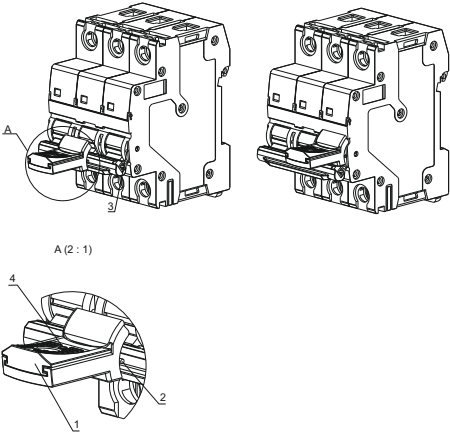

Рисунок 6 – Монтаж блокировки / Figure 6 – Installation of the lock
Монтаж блокировки показан на рисунке 6. Необходимо вытянуть фиксатор (рисунок 6, поз. 1) и установить пружину (рисунок 6, поз. 2) в отверстие (рисунок 6, поз. 3), не прилагая чрезмерных усилий, установить фиксатор в исходное положение и проверить надежность крепления блокировки к выключателю. При необходимости установить замок с диаметром дужки не более 6 мм и пломбу, продев проволоку через отверстие (рисунок 6, поз. 4), диаметром не более 1 мм, для предотвращения несанкционированного доступа к рукоятке выключателя. Для демонтажа блокировки необходимо вытянуть фиксатор (рисунок 6, поз. 1) и потянуть на себя.
Installation of the lock is shown in figure 6. It is necessary to pull out the lock (figure 6, item 1) and install the spring (figure 6, item 2) in the hole (figure 6, item 3), without applying excessive force, set the lock in the initial position and check the reliability of fastening the lock to the circuit breaker. If necessary, install a lock with a shackle diameter not exceeding 6 mm and a seal by threading a wire through the hole (figure 6, item 4), with a diameter not exceeding 1 mm, to prevent unauthorized access to the circuit breaker handle. To dismantle the lock, pull out the lock (figure 6, item 1) and pull it towards yourself.